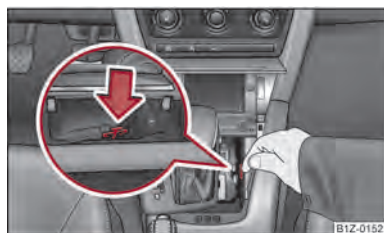

Fig. 109 Desbloqueo de emergencia de la palanca selectora
- Presione con un dedo la parte de plástico amarilla en la dirección de la flecha ⇒ fig. 109.